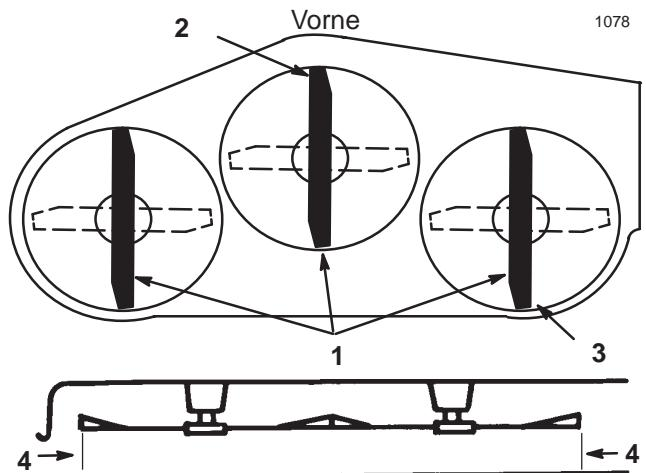

Bild 41
- Stellen Sie die Schnithöhe in die 76-mm-Stellung und drehen die Messer vorsichtig, so dass sie nach vorne und hinten zeigen (Bild 41).
- Messen Sie zwischen der Messerspitze vorne und hinten und der ebenen Fläche (Bild 41). Stellen Sie, wenn die vordere Schnittmesserspitze nicht um 1,6 – 7,9 mm tiefer liegt als die hintere, die vorderen Drehzapfenstangen ein.
9. Sichern Sie, nachdem Sie beide Jochs der Drehzapfenstangen gleichmäßig eingestellt haben, die Jochs mit den Splints ab. Kontrollieren Sie noch einmal die Neigung von vorne nach hinten. Fahren Sie mit der Einstellung der Jochs fort, bis die vordere Schnittmesserspitze um 1,6 – 7,9 mm tiefer liegt als die hintere Spitze (Bild 41).